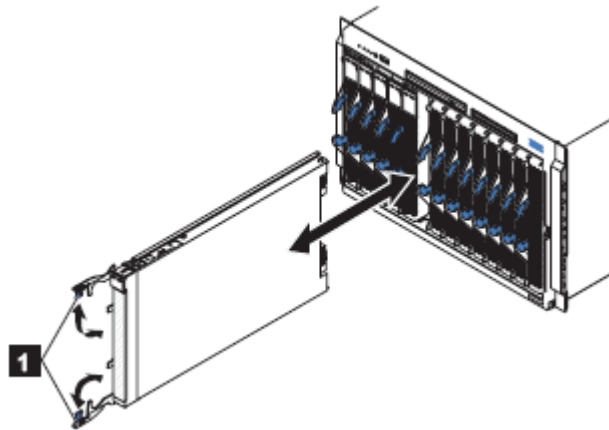

Figure 3-1. Retrait du serveur lame du Bull Blade Chassis - Enterprise
5. Ouvrez les deux poignées de déverrouillage (voir Figure 3-1, repère **1**). Le serveur lame sort de la baie (environ 0,6 cm).